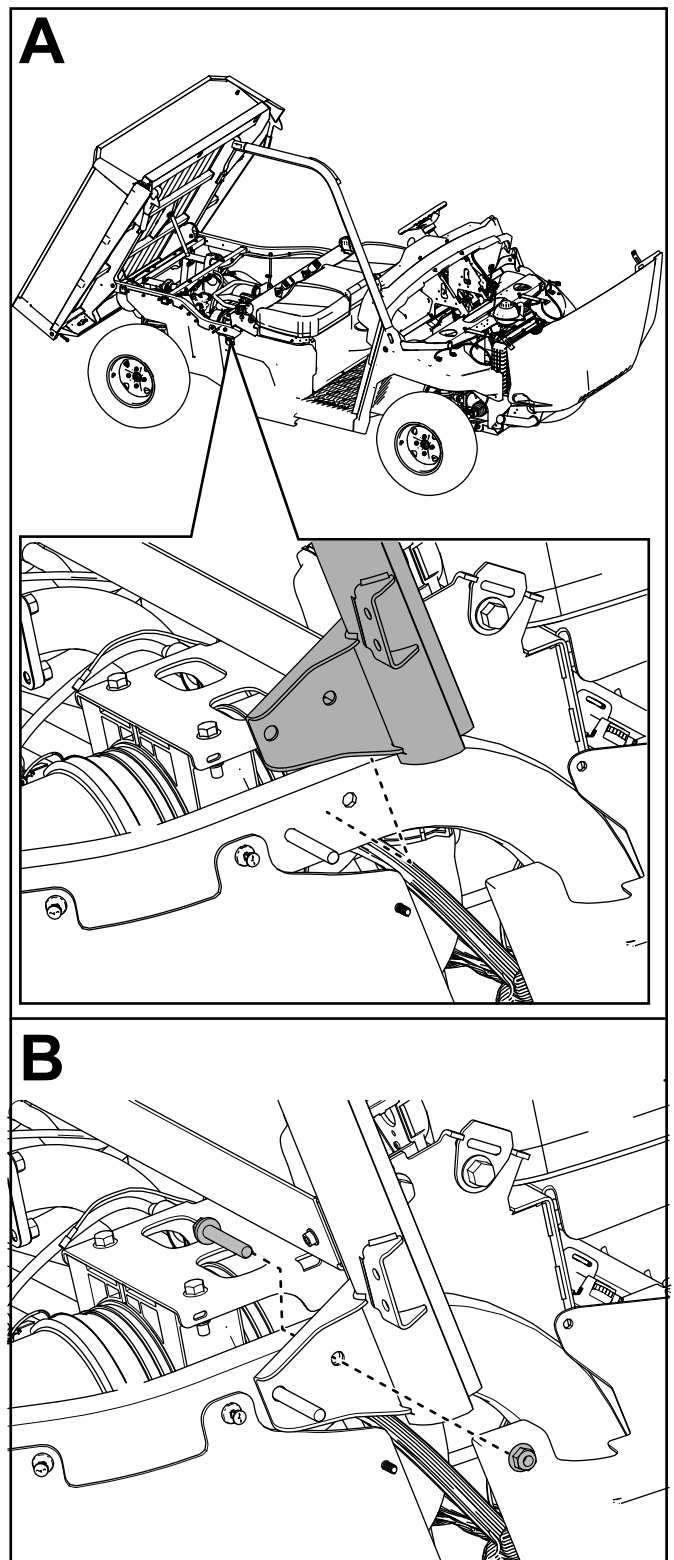

Figura 12
5. Fissate senza serrare il gruppo barra rotazione posteriore di destra al tubo posteriore destro del telaio con 1 bullone a testa flangiata ($\frac{3}{8}$ " x $2\frac{1}{4}$ " e 1 dado di bloccaggio ($\frac{3}{8}$ " come illustrato nella Figura 12.